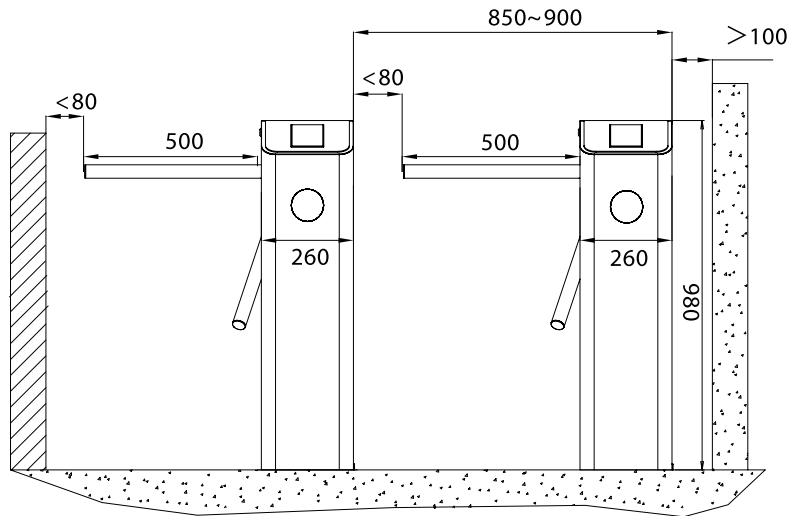

Figura 3-1
El equipo deberá ser instalado en piso de concreto asegurando que los taquetes de expansión estén seguros y firmes. El espacio para un solo torniquete debe ser de 850 ~ 900 mm de ancho y se sugiere instalar un marco o valla para formar un pasillo para los usuarios como se muestra en la figura 3-1.
1. El espacio al final del brazo no debera ser mayor de 80 mm ( vea la figura 3-1).